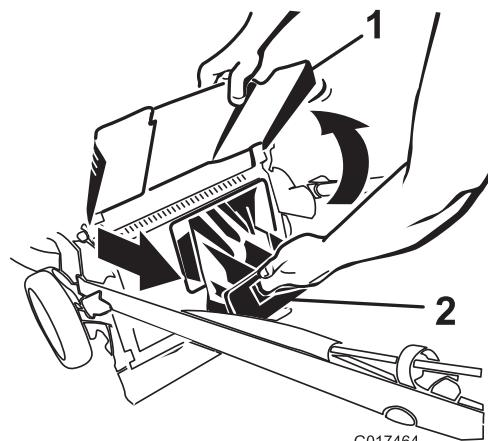

Figura 23
- Levante y sujeté el deflector de descarga (Figura 23).
- Saque el tapón de descarga trasera (Figura 23).